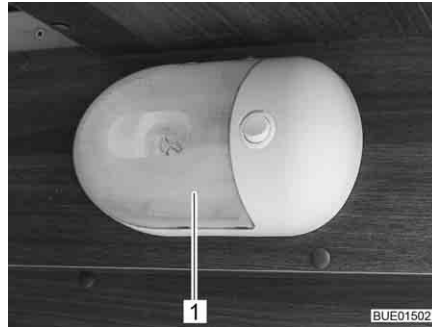

Bild 225 Påbyggnadslampa
- Tryck försiktigt samman den transparenta kåpan (Bild 225,1) på båda sidor, dra lätt bort den från brytaren och ta bort den framifrån.